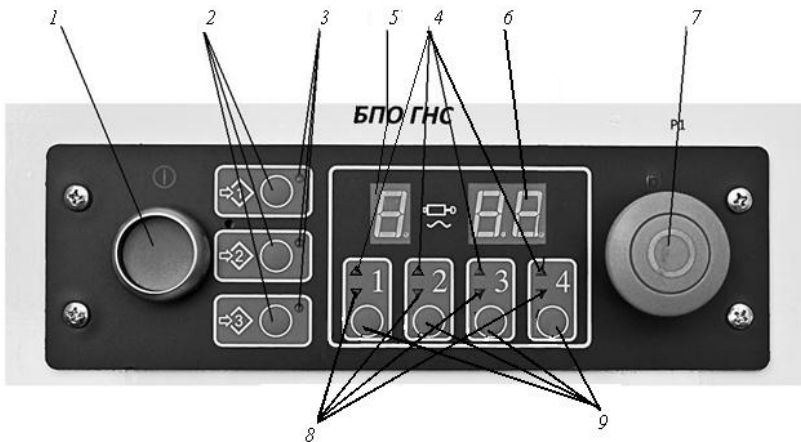

Рис. 1.4. Панель блока программирования операций гидравлической системы:
При отсутствии по какому-либо из каналов электрических сигналов от джойстиков на включенный БПО ГНС сигнализаторы «подъем» и «опускание» соответствующей секции гидрораспределителя ЕНС мигают поочередно. Панель блока программирования операций гидронавесной системы представлена на рис. 1.4.
- при установке джойстиком секции в положение «подъем» загорается сигнализатор подъема 4 (см. рис. 1.4) соответствующей секции гидрораспределителя ЕНС;